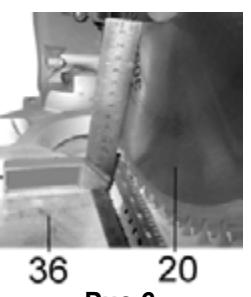

Рис.6
Ослабьте винт фиксации (9), переведите пилу в заднее положение, Рис.2. Как показано на Рис.6, на рабочий стол (36) установите угольник (не комплектуется). Удерживая пилу за рукоятку (17), ручку фиксации угла наклона (24) поверните против часовой стрелки. За рукоятку пилы (17) установите положение пильного диска (20) перпендикулярно рабочему столу (36) – положение зафиксируйте ручкой фиксации угла наклона (24). При необходимости ослабьте винт фиксации (53) указателя (54). Линию указателя (54) совместите со значением 0° по шкале (52). Положение указателя (54) зафиксируйте винтом фиксации (53). Установите вертикально упорную планку (51). На упоре (47) ослабьте положение контргайки (46), отрегулируйте положение винта (48) относительно упорной планки (51), положение зафиксируйте контргайкой (46).
10.2. Регулировка угла наклона 45° (Рис.6, 8-9).